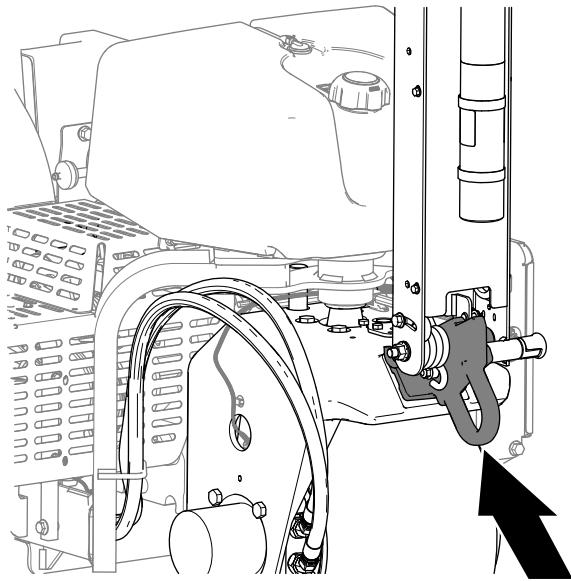

Figura 117
6. Si va a remolcar la máquina, tire de ella con el anclaje de amarre delantero (Figura 117).